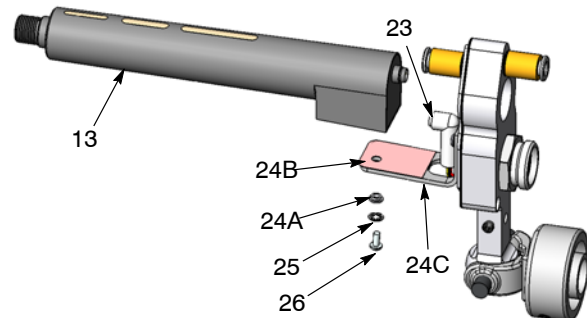

Figura 32 Înlocuirea multiplicatorului
4. A se vedea Figura 32. Desfaceți șurubul (26) și șaiba de blocare (25), apoi desfaceți multiplicatorul (13) din suportul (24C).
5. Deconectați fișa cablajului (23) de la multiplicator.